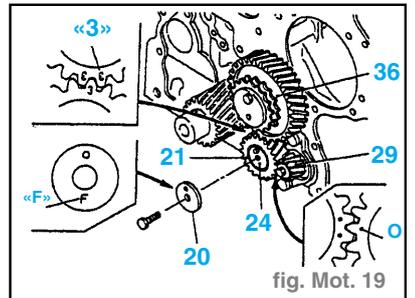

fig. Mot. 19
- Mettre l'ensemble pignon de renvoi gauche **21** en place sur l'axe de pignon de renvoi **24**. Veiller à placer les repères «3» et «o» du pignon de renvoi en face des repères correspondants sur l'ensemble pignon de renvoi et roue dentée **36** et sur le pignon d'arbre compensateur gauche **29**. (fig. Mot. 19)